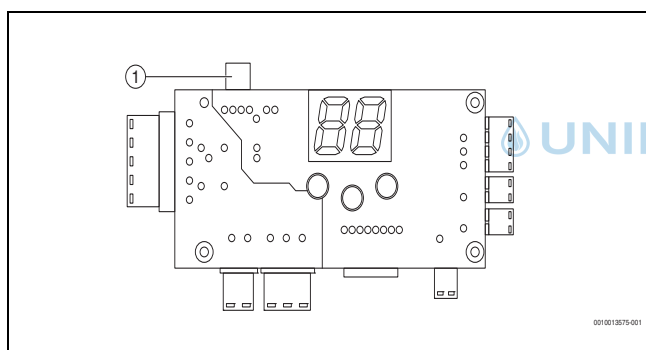
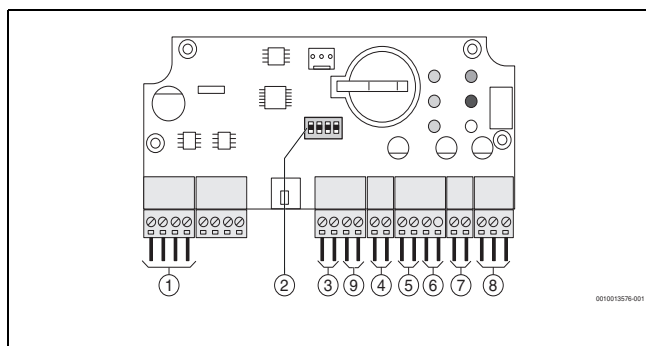

Bild 3 Anschluss D der Heizkesselbedieneinheit
Bild 4 Anschlüsse des EKR-Moduls
- ▶ Steuerung des Heizkessels (Anschluss D → Abb. 3) an den gekennzeichneten Klemmen des EKR-Moduls (Anschluss J1 → Abb. 4, [1]) mit dem Datenkabel verbinden. Das Datenkabel ist Bestandteil der Lieferung.
- Anschluss B7 (NC), B8 (COM), B9 (NO) - Störungsmeldungen Heizkessel